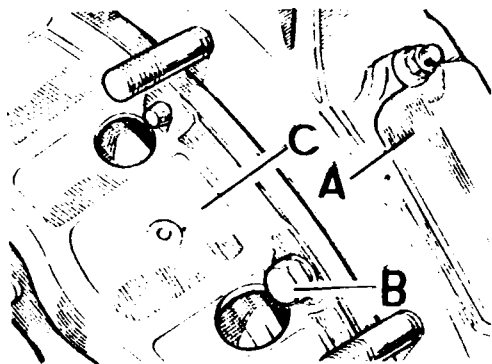

Fig. A3-77 Desmontaje del plato de -- presión y disco de embrague
- 1.3. Desmontar la tapa del registro del volante, A (Fig. A3-77) y el índice de referencia, para evitar que éste se desforme al extraer el volante.
- 1.4. Desmontar los tornillos, B (Fig. A3-77) que fijan el conjunto plato de presión, C, y el disco de embrague y extraer ambos.